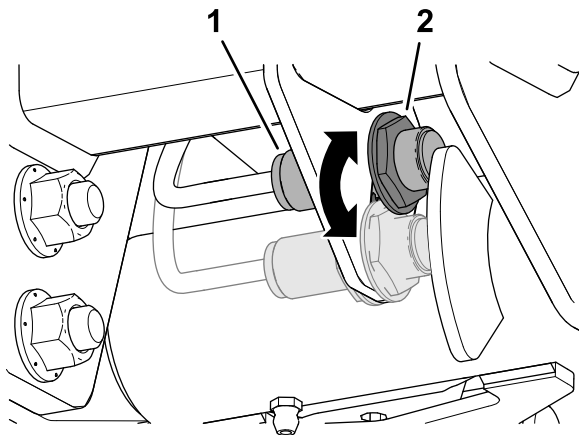

Figure 86
3. Desserrez l'écrou de blocage qui fixe le contacteur du bras de levage sur la plaque de support (Figure 86).